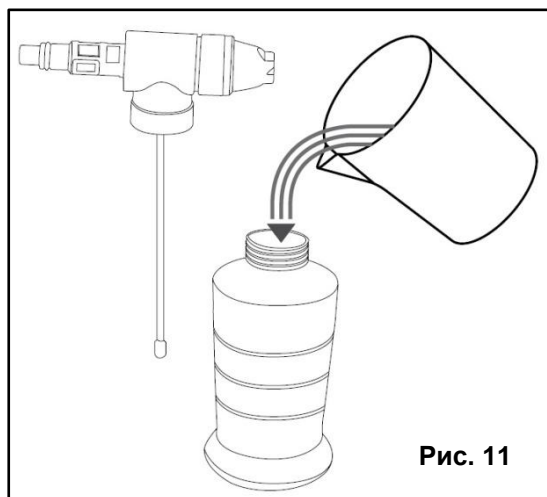
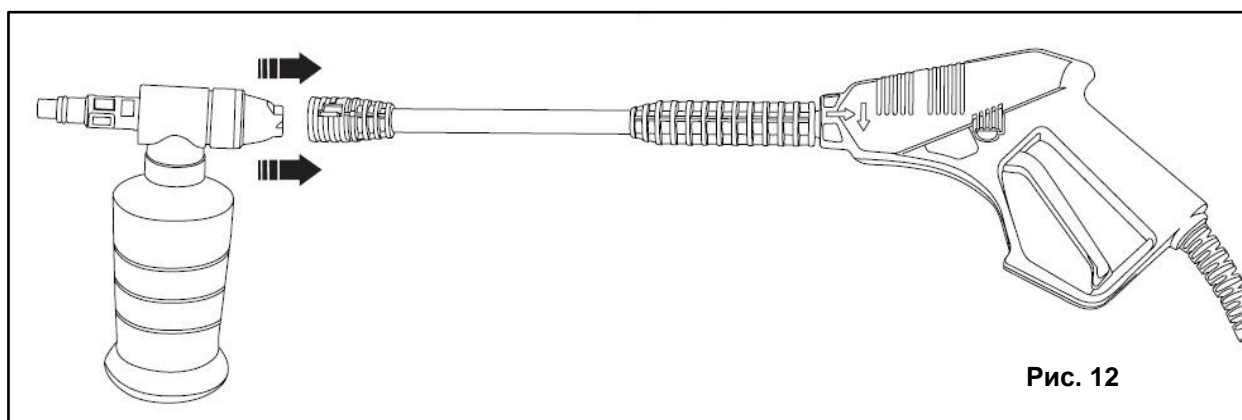

Рис. 11
Рис. 12
- Убедитесь, что пистолет (11) зафиксирован в положении «ВЫКЛ».
- Наполните резервуар (8) соответствующим моющим средством. (См. Рис.11)
- Установите распылитель (7) на резервуаре, вставив направляющую трубку для моющего средства в резервуар и прикрутив форсунку к верхней части резервуара.
- Соедините распылитель с пистолетом (11) (См. Рис.12)
- Отожмите кнопку блокировки (12) (См. Рис 1) и направьте форсунку на обмываемый участок.